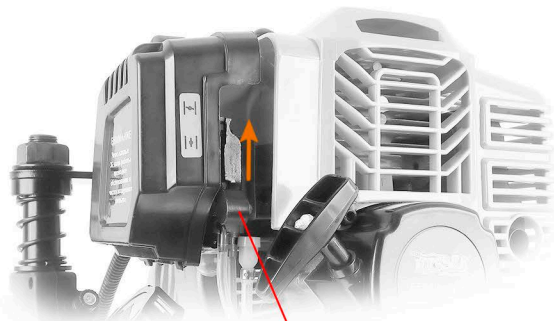

Рис.2
1. В холодное время года или после выключения двигателя отбойного молотка более 5 минут, переведите рычаг воздушной заслонки карбюратора в положение вверх «Закрито» (Рис. 2).